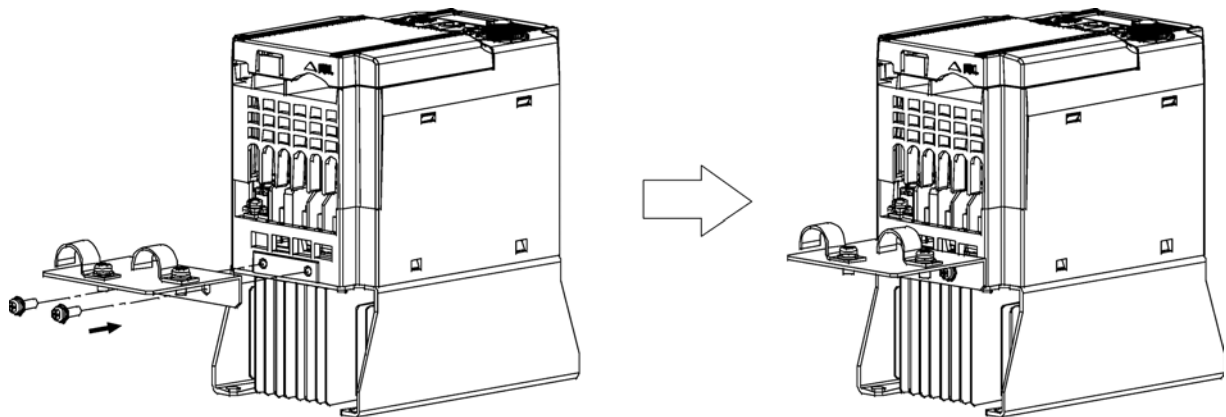

Figura 11-3-1 Fissaggio della flangia della messa a terra EMC
- 1) Montare la flangia della messa a terra EMC (compresa nella dotazione fornita con l'inverter) sull'inverter usando le apposite viti per collegare a terra la schermatura dei cavi. (cfr. figura 11-3-1)